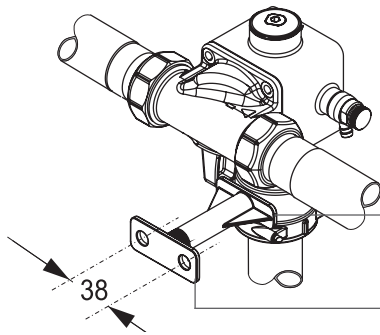
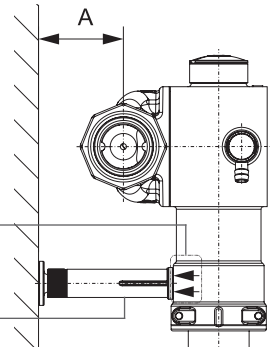

Abb. 6.2.2
Abb. 6.2.3
- / Die justierbare Wandstütze [h] mit dem beigegeführten Material (je 2 Stück Dübel, Stockschrauben, Scheiben und Sechskantmuttern) zur Stabilisierung tragfähig und sicher an der Wand befestigen (Abb. 6.2.2 / Abb. 6.2.3 - dargestellt ist hier die **CLEAR PRO SOFT**) und Abstand einstellen: